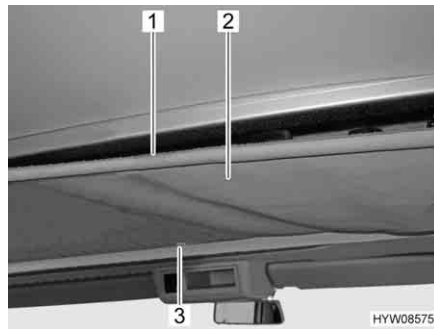

Fig. 24 Copertura
- Allentare la chiusura a velcro (Fig. 24,1).
- Aprire i bottoni a pressione (Fig. 24,3).
- Rimuovere la copertura (Fig. 24,2).
- Posizionare la copertura (Fig. 24,2) nel soffitto della cabina di guida.